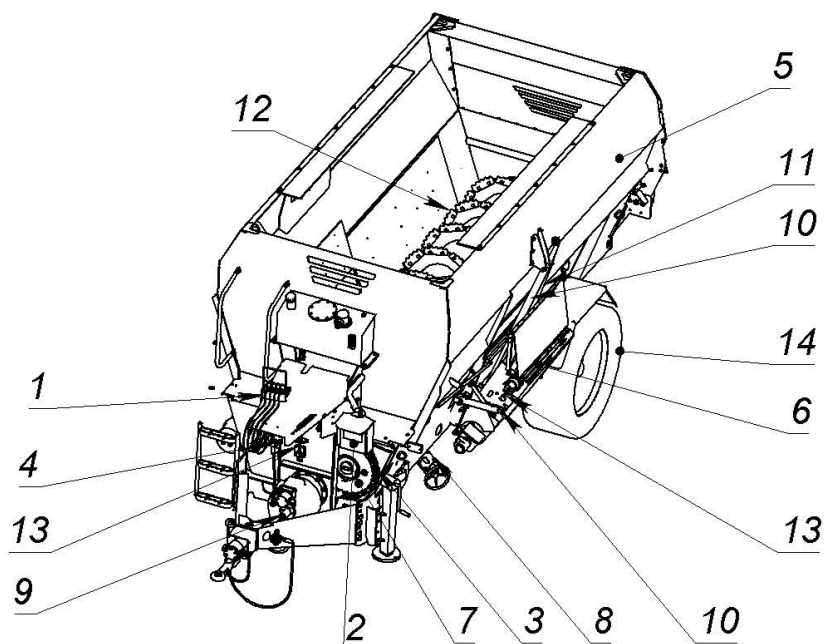
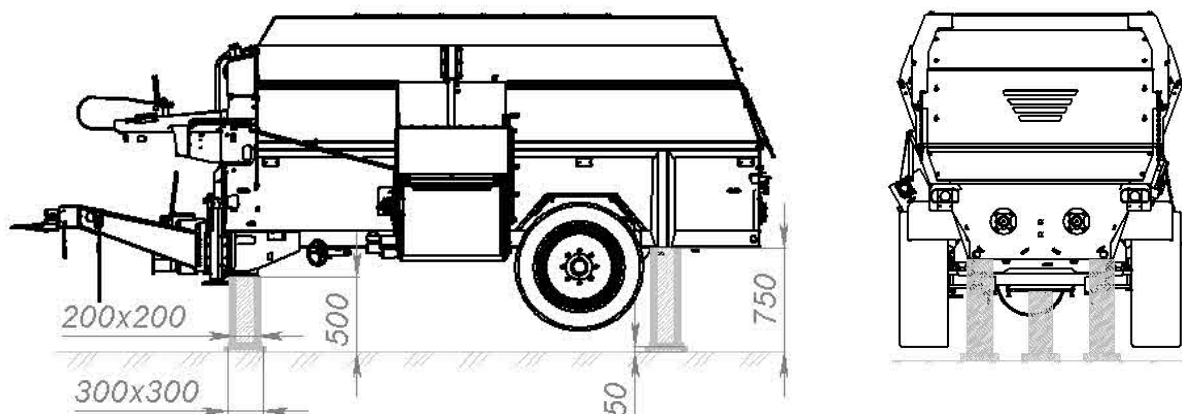

Рисунок 10.1 Схема консервации кормораздатчика
Рисунок 10.2 Схема установки кормораздатчика на длительное хранение
☐ Установить кормораздатчик на подставки (Рисунок 10.2), понизив избыточное давление в шинах до 0,1 МПа.
10.4 Длительным считается хранение, если перерыв в использовании кормораздатчика более двух месяцев. Подготовку кормораздатчика к длительному хранению производить в соответствии с требованиями таблицы 8.2. Для длительного хранения кормораздатчик должен быть законсервирован (рисунок 10.1а и 10.1б) согласно ГОСТ 7751-2009 и установлен на подставке в соответствии со схемой (рисунок 10.2).